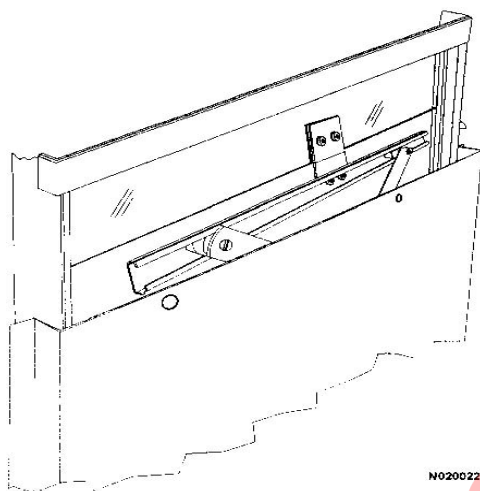

FIGURA 2-7
- f. Baje cuidadosamente el panel de la puerta unas pocas pulgadas. Sostenga el vidrio de la parte superior para evitar que se caiga. Deslice el panel de la puerta hacia la cabina para desenganchar el rodillo del regulador de la ventana (Figura 2-7) del riel en la parte inferior del vidrio. Saque el panel de la cabina para desenganchar el otro rodillo superior y rodillo inferior de sus rieles. Después de desmontar el panel colóquelo en un lugar seguro.
6. Baje con cuidado el panel de la puerta una pocas pulgadas. Sostenga el vidrio de la parte superior para evitar que se caiga. Deslice el panel de la puerta hacia la cabina para desenganchar el rodillo del regulador de la ventana (Figura 2-7) del riel en la parte inferior del vidrio. Deslice el panel, separándolo de la cabina, para desenganchar el otro rodillo superior y el rodillo inferior de sus rieles. Coloque el panel en un lugar seguro después de sacarlo.
20. Instale el soporte del riel del regulador de la ventana como se muestra en la Figura 2-7. Asegúrese que los bujes de nylon y las empaquetaduras queden bien instalados para evitar dañar el vidrio.